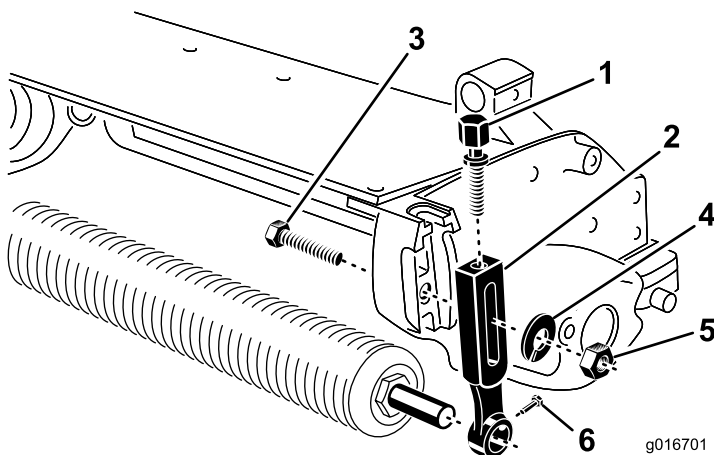

図 1
- 刈高アーム（左右のどちらか1本）をCuttingユニットのサイドプレート固定しているプラウボルト、ワッシャ、ナットを外す（図 1）。
- 刈高アームについているローラ取り付けねじをゆるめる（図 1）。
- 刈高アームをローラシャフトから抜き取る（図 1）。